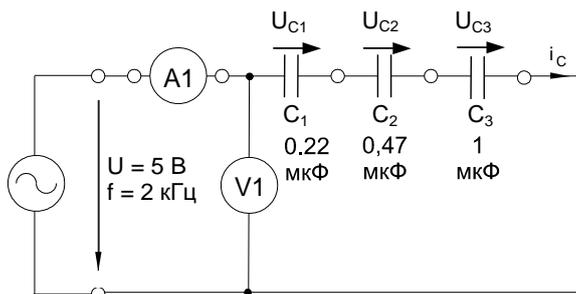

Рисунок 6.6 – Схема последовательного соединения конденсаторов
- Соберите цепь согласно схеме (рис. 6.6) и подсоедините регулируемый источник синусоидального напряжения с параметрами $U = 5$ В и $f = 2$ кГц.